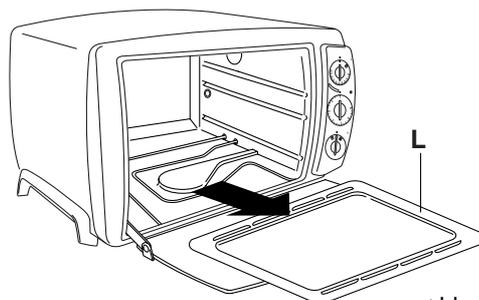

Abb. 12
Das Krümelblech (L) zu sich hin herausziehen (siehe Abb.12). Wenn Sie dabei Schwierigkeiten haben sollten, feuchten Sie einfach die Außenseiten des Blechs an. Den eventuell angesammelten Schmutz mit einem feuchten Tuch entfernen.